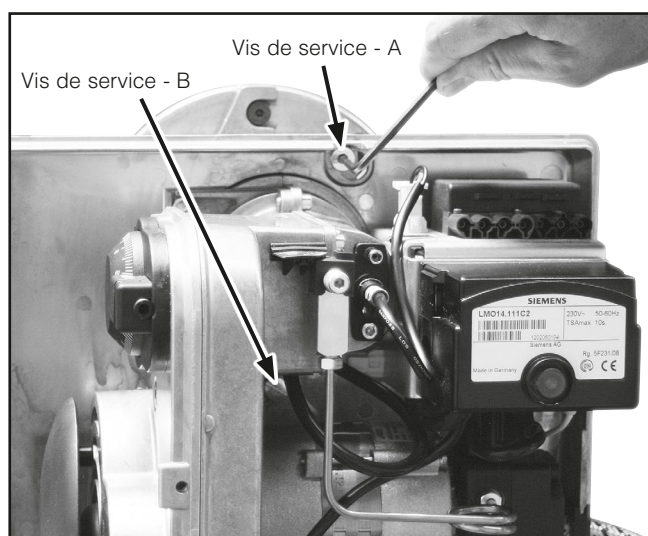

Figure 8
- A l'aide d'une clé à six pans creux de 4 mm, desserrer la vis de service **A** d'1/2 tour et la vis de service **B** à l'aide d'un tournevis plat (Cf. fig. 8).